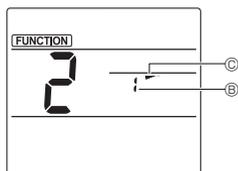

Fig. 5-2
- Dans l'écran Réglage des fonctions, appuyez sur la touche ④ et sélectionnez le n° de fonction "2".
- Appuyez sur la touche ③.
- Le numéro d'ailette clignote. (Fig. 5-2)
- Appuyez sur la touche ④ pour sélectionner le numéro d'ailette.
- Le réglage de la direction du flux d'air clignote. (Fig. 5-2)
- Appuyez sur la touche ④ pour sélectionner la direction du flux d'air sur laquelle vous désirez régler l'ailette.